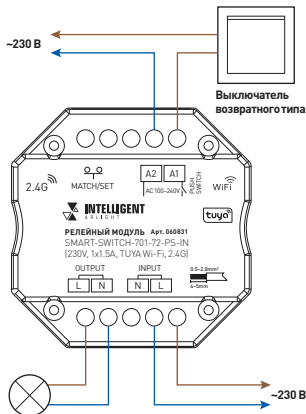

Рис. 1. Схема подключения релейного модуля SMART-SWITCH-701-72-PS-IN
- 3.2. Подключите релейный модуль согласно схеме на рис. 1.